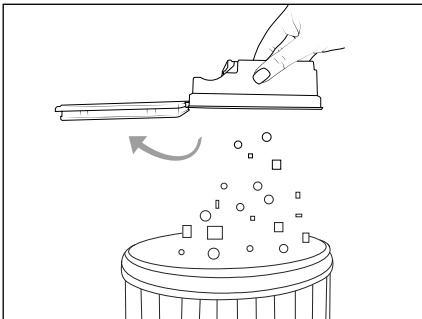

Fig. 8
- 3) Tøm indholdet af støvbeholderen **12** ud i en affaldsbeholder (se fig. 8).